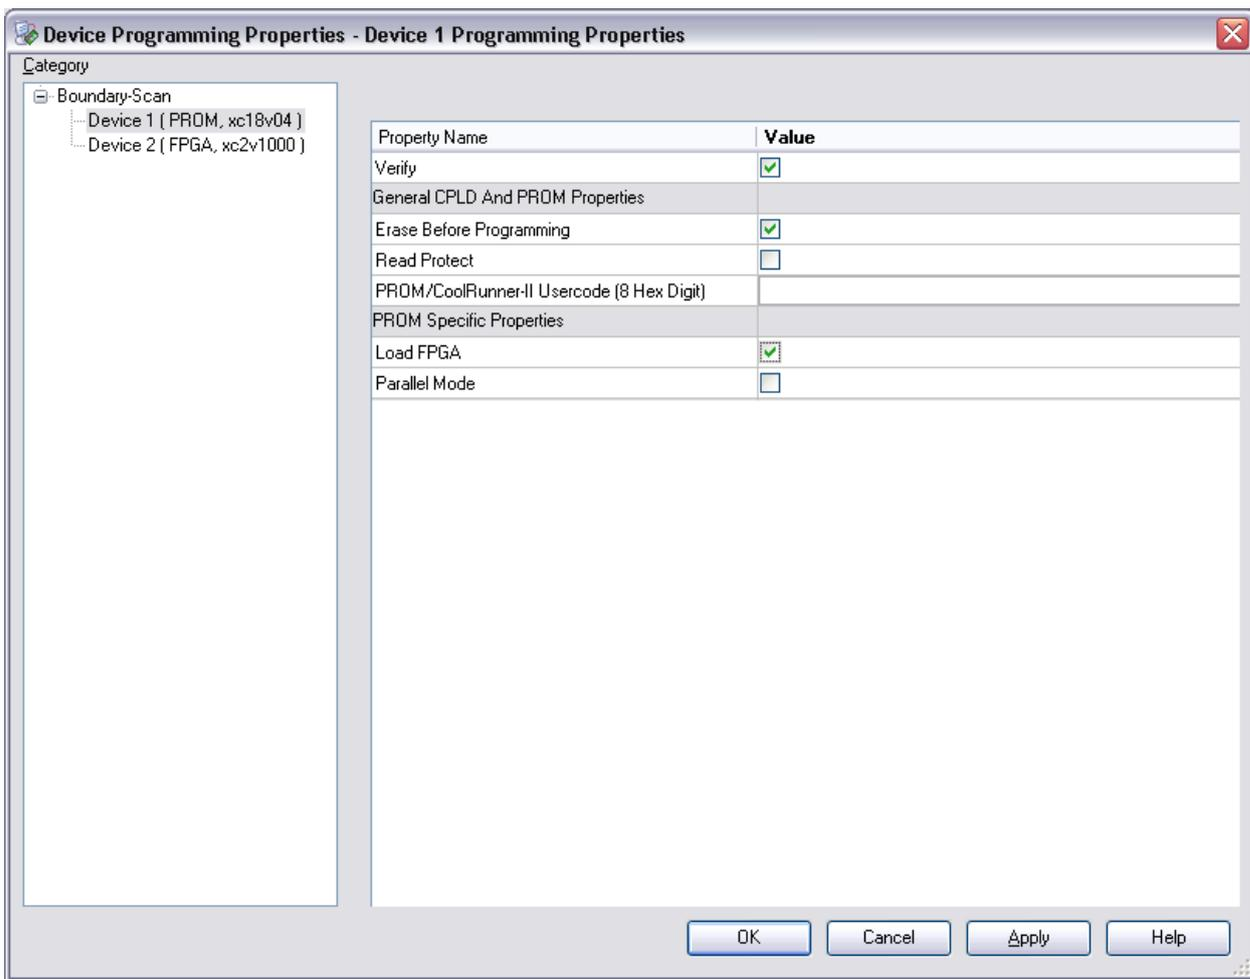

Рисунок 6
3.1.6 Далее на экране появится диалоговое окно с выбором опций для программирования (Рисунок. 5). В левой части окна выбрать «Device 1» и установить опции «Verify», «Erase before Programming» и «Load FPGA», установив соответствующие галочки (как показано на Рисунок. 6). Выбирать Device 2 и изменять опции не нужно.